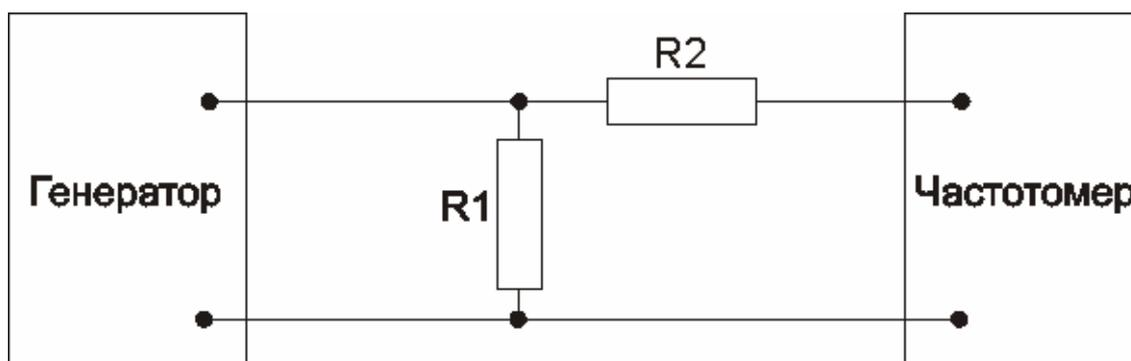

Рисунок 3
8.2.4 Подать на ВХОД А частотомера ЧЗ-64 через нагрузку (рис. 3) сигнал с генератора ИЗИ. Установить на генераторе режим работы с непосредственным подключением (не горит светодиод (5));